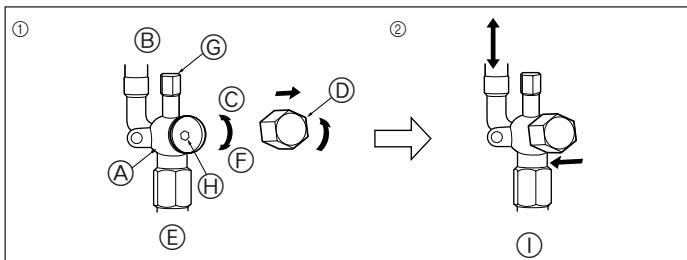

Fig. 5-6
5.5. Μέθοδος ανοίγματος ανασταλτικής βαλβίδας (Fig. 5-6)